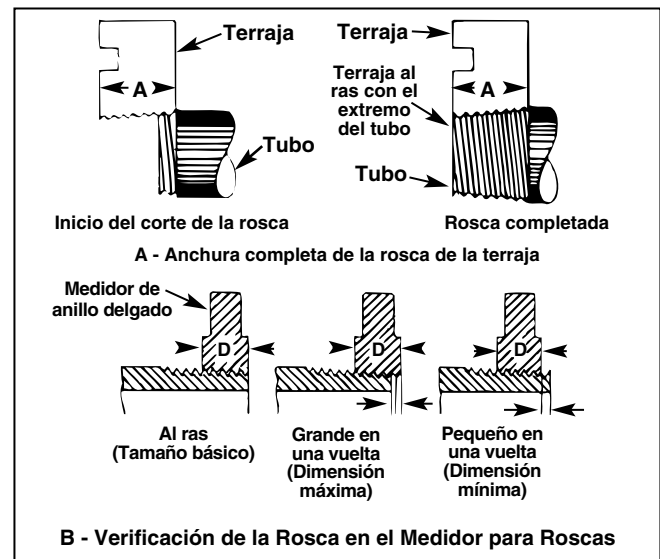

Figura 14 – Verificación de la longitud de la rosca
- Verifique la longitud y profundidad de la rosca (Figura 14).